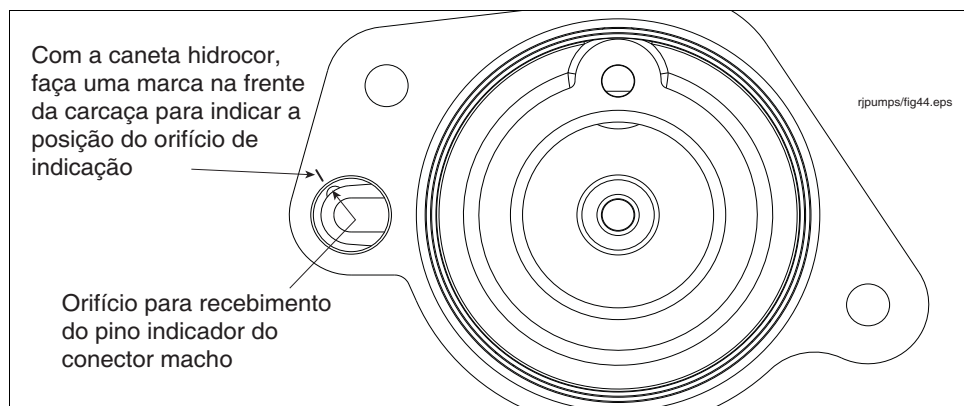

Figura 38. Orifício de orientação do conector macho na base do soquete
6. Com a caneta hidrocor, faça uma marca na frente da carcaça para indicar a posição do orifício de orientação (ver Figura 38).
11. O pino de orientação na parte de trás do conector deve se encaixar no orifício de orientação na base do soquete do conector macho (ver Figura 38) a fim de que o conector esteja na posição correta em relação ao conector fêmea.